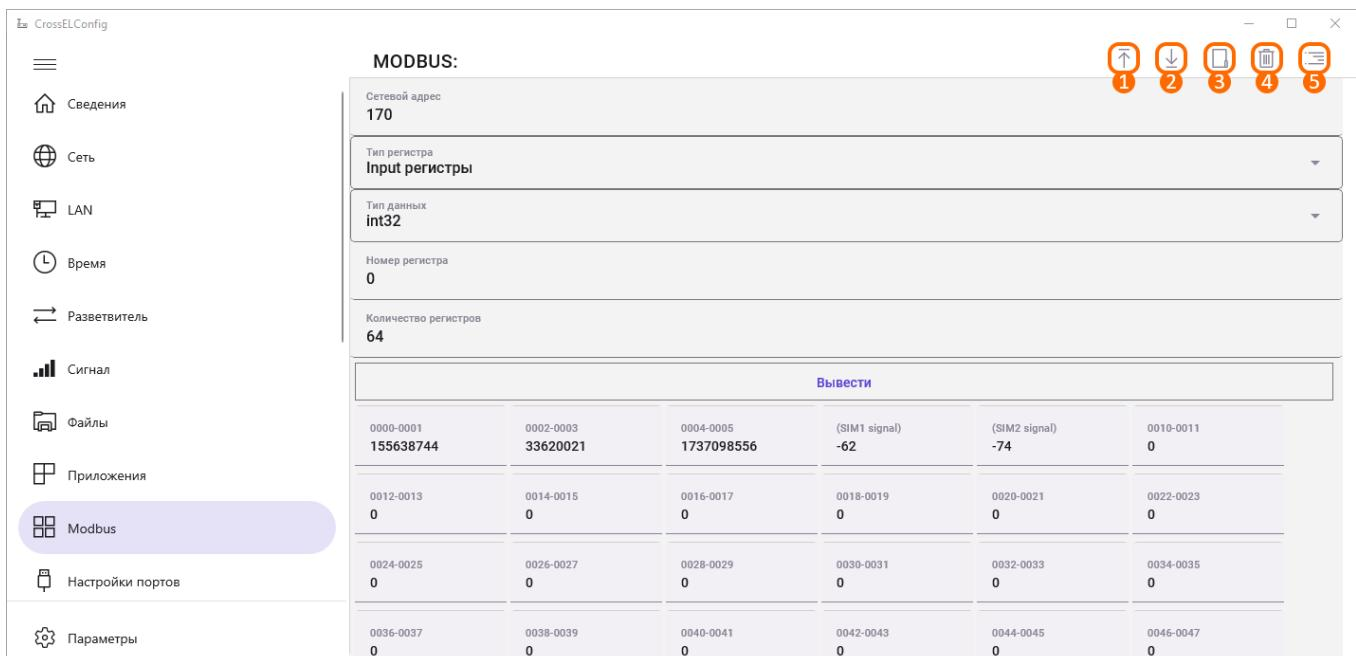

Рисунок 11 – Вкладка «Modbus»
Вкладка позволяет изменить сетевой адрес модема, а также просмотреть данные и параметры, хранящиеся в регистрах Modbus модема (рис. 11).
- **Кнопка записи параметров** (рис. 11, элемент 1) позволяет записать сетевой адрес модема;
- **Кнопка чтения параметров** (рис. 11, элемент 2) позволяет считать сетевой адрес модема;
- **Кнопка загрузки файла** (рис. 11, элемент 3) позволяет загрузить файл для определения хранимых параметров в регистрах Modbus;
- **Кнопка удаления файла** (рис. 11, элемент 4) позволяет удалить файл для определения параметров, хранящихся в регистрах Modbus;
- **Кнопка чтения регистров** (рис. 11, элемент 5) позволяет вывести данные, хранящиеся в регистрах Modbus. Для чтения регистров потребуется указать все параметры регистров доступных на данной вкладке (тип, номер и т.д.).